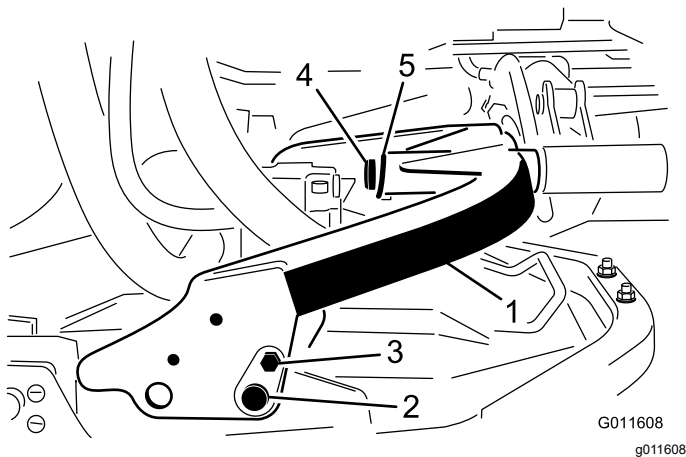

Bild 2
1. Drehen Sie den Trägersrahmen und befestigen ihn mit dem Stift, der Schraube und Mutter an der Mähwerkhalterung. Positionieren Sie es wie in Bild 2 dargestellt.
Hinweis: Schwenken Sie bei Heckmähwerken den Trägersrahmen nach vorne (Bild 2). Schwenken Sie bei Frontmähwerken den Trägersrahmen nach hinten.